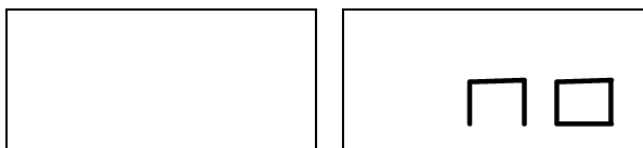

Рис. 6.2 - Программа Скрытых Грузиков невозможна или для выбранной позиции не допускается
8. Если выбранный угол больше 120° , на стенде отображается надпись, как на рис. 6.2, в течение одной секунды и будет издаваться трехкратный звуковой сигнал, это означает, что необходимо повторить процедуру в шаге 7 еще раз. Если угол меньше 120° , то стенд немедленно выведет значение внешнего грузика W2;